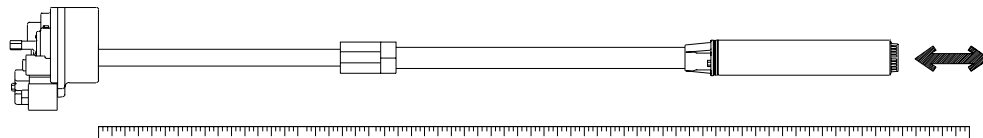

Figure 4.7 Régler la longueur de la pompe
- 6: Tirer sur l'extrémité de l'UMP jusqu'à ce que la distance entre le bas du bloc-raccord et le bas de l'UMP soit 125 mm (355 mm pour l'aspiration flottante) plus courte que la distance mesurée à l'étape 2 (voir figure 4.7).